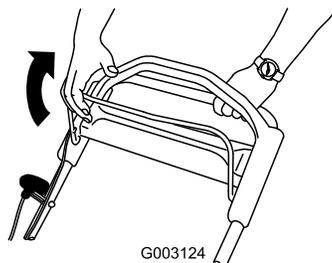

Bild 21
2. Ziehen Sie den Schaltbügel gegen den Griff (Bild 21).